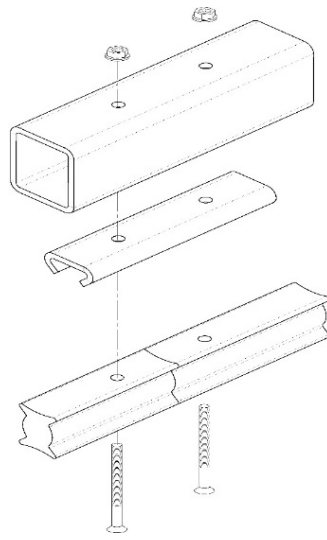

Рисунок 5
5. Установите на ферму все фиксаторы НС3012 при помощи винтов с потайной головкой М8х70, и зафиксируйте их нержавеющей гайками М8 с фиксатором - гайки не затягивать, обеспечивая люфт фиксатора [Рисунок 5].